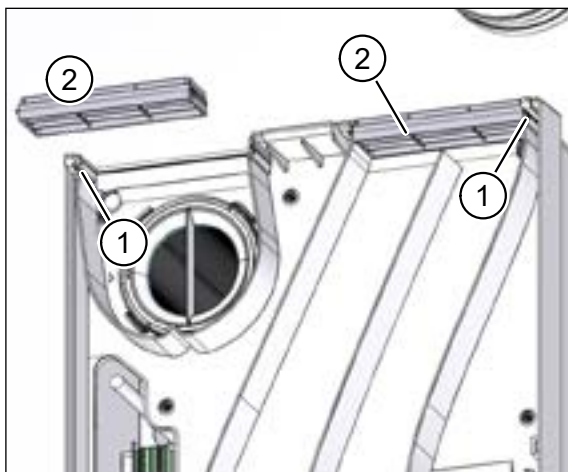

Рис. 45: убрать воздухораспределительную решетку
- ▶ Осторожно нажмите на оба «ушка» (поз. 1 на рис. 45) в направлении наружу и потяните обе воздухораспределительные решетки (поз. 2 на рис. 45) на себя.
- Снимите воздухораспределительные решетки (см. описание и рис. 45 в разделе 11.6.4 на стр. 39).